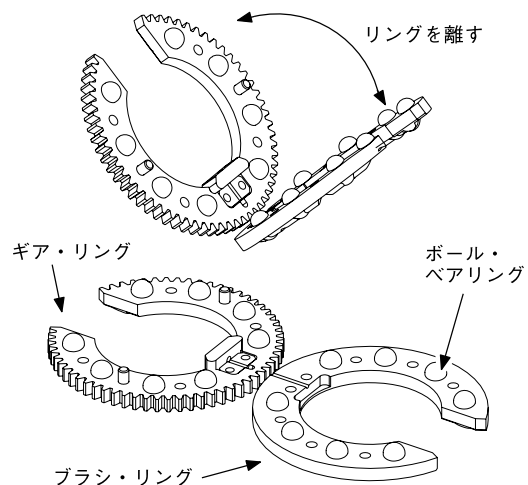

図 36：ギア・リングをブラシ・リングから取り外す
3. ギア・リングをブラシ・リングから完全に離します (図 36 参照)。ギア・リングを作業台の上に平らに置きます。